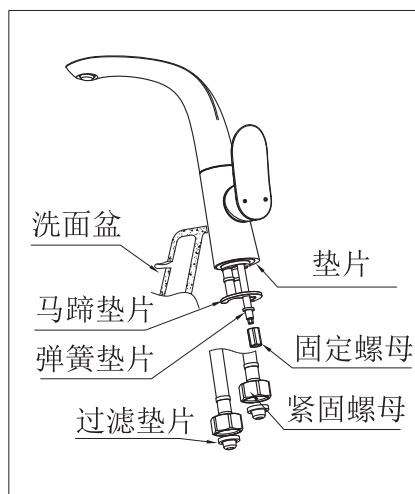

图1(水嘴主体的安装)
- (1) 如图1所示，卸下本体下部的固定螺母、弹簧垫片、马蹄垫片。